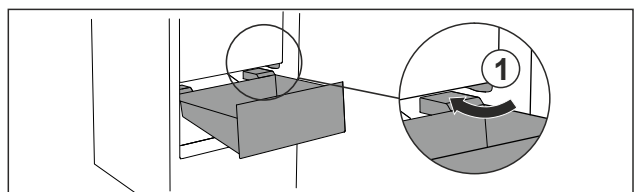

Fig. 78
- ▶ Обвести висувний ящик навскіс навколо стопора Fig. 78 (1).